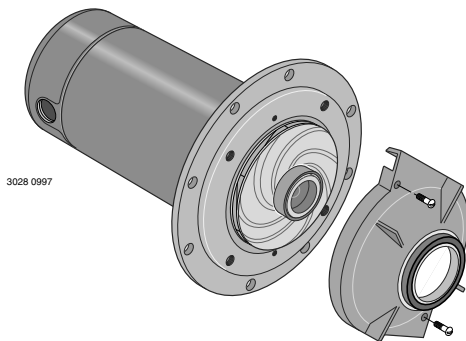

Figure 14 : Déposer le diffuseur
1. Déposer les vis de fixation du diffuseur sur la plaque d'étanchéité; déposer le diffuseur (voir la Figure 14). L'impulseur exposé peut maintenant être nettoyé.